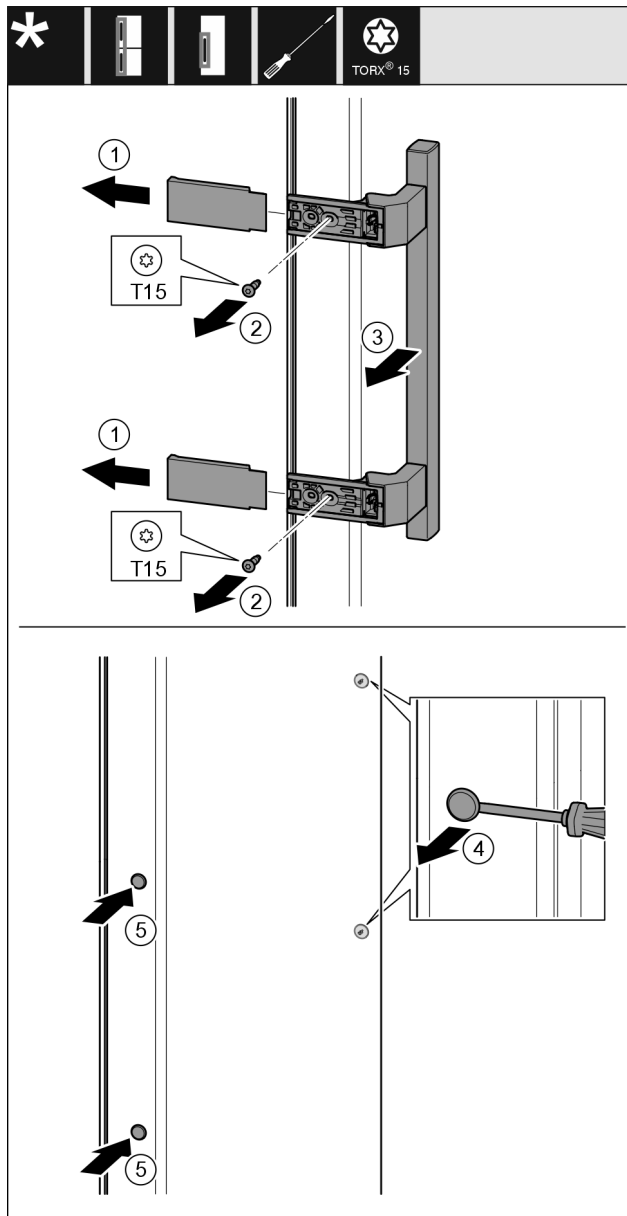

Fig. 21
- ▶ Dra av skyddet Fig. 21 (1).
- ▶ Skruva ur skruvarna Fig. 21 (2) med en skruvmejsel.
- ▶ Ta bort handtaget Fig. 21 (3).
- ▶ Använd en spårskruvmejsel och lyft försiktigt pluggen på sidan Fig. 21 (4) och dra ut den.
- ▶ Sätt in pluggen Fig. 21 (5) på den andra sidan igen.